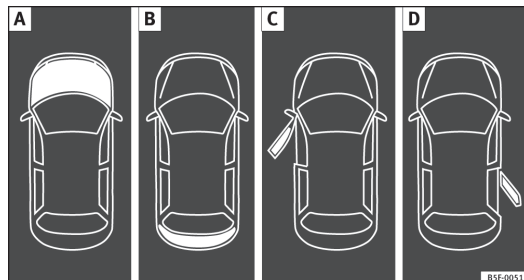

Fig. 39 A: capó abierto; B: portón trasero abierto; C: puerta delantera izquierda abierta; D: puerta posterior derecha abierta (sólo en vehículos de 5 puertas).
- Capó, portón trasero y puertas abiertas ⇒ fig. 39.